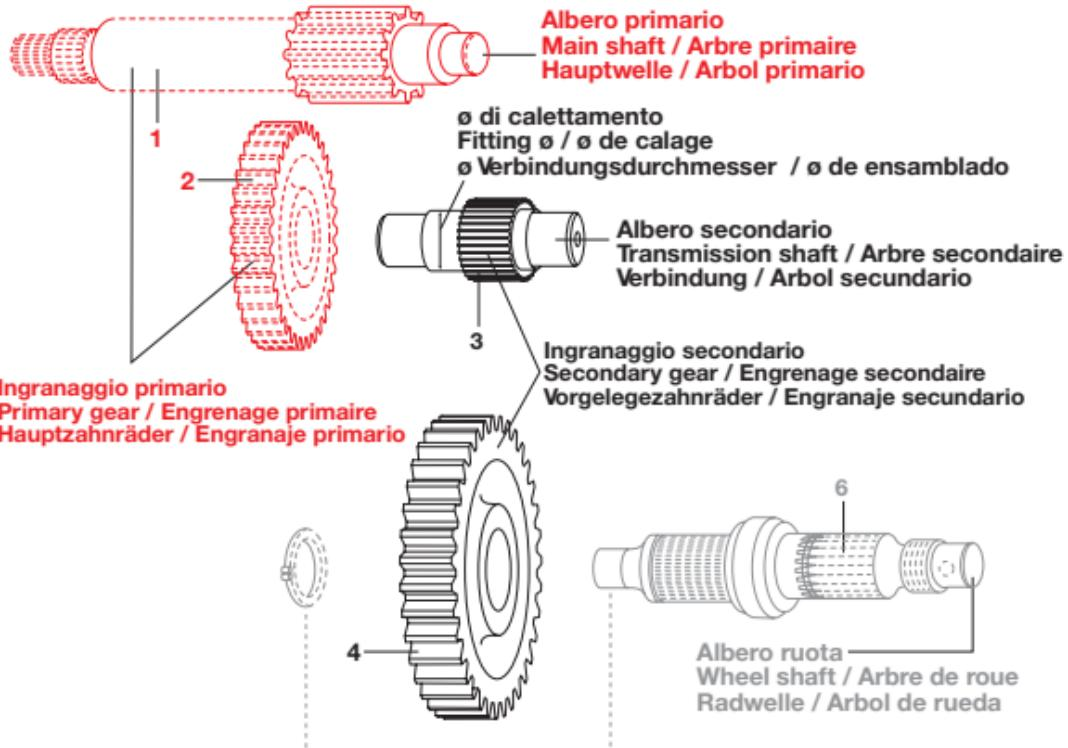

fig. 4
- 10) In alcuni casi la ruota dentata finale 4 fig. 4 viene montata sull'asse ruota 6 fig. 4 piantandola con interferenza. In questo caso bisogna smontare la ruota posteriore dello scooter, sfilare l'asse ruota, spianare la ruota dentata originale e
- 10) In some cases, the final gear-wheel 4 fig. 4 is installed on the axis of gear-wheel 6 fig. 4, secured with resistance. In this case, remove the scooter rear wheel, withdraw the wheel axle, remove the original gear-wheel and secure the new Malossi gear-wheel.
- 10) Dans certains cas, la roue dentée finale 4, fig. 4, est montée sur l'axe de la roue 6, fig. 4, plantée avec interférence. Dans ce cas, il faut démonter la roue arrière du scooter, retirer l'axe de la roue, extirper la roue dentée d'origine et planter la
- 10) In einigen Fällen wird das Endzahnrad 4 Abb.4 mit Übermaß auf die Radachse 6 Abb.4 montiert. Dazu das Hinterrad des Scooters abmontieren, die Radachse herausziehen, das Original-Zahnrad herausnehmen und das neue Zahnrad Malossi einsetzen.
- 10) En algunos casos la rueda dentada final 4 fig. 4 viene montada sobre el eje rueda 6 fig. 4 plantándola con interferencia. En este caso es necesario desmontar la rueda posterior del scooter, sacar el eje rueda, sacar la rueda dentada original y plantar la nueva rueda dentada Malossi.